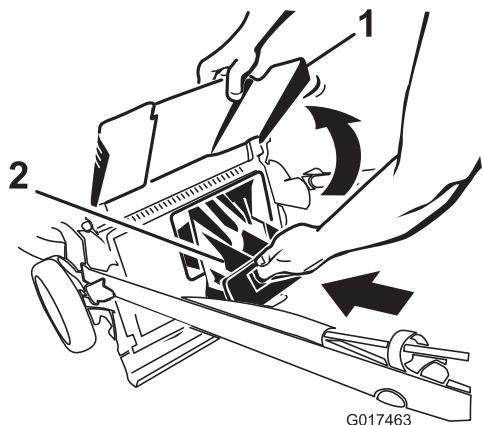

Figure 29
- Installez l'obturateur d'éjection arrière (Figure 29).